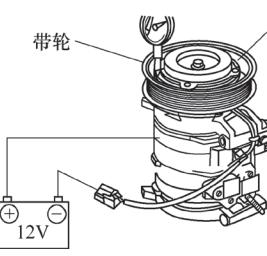

图 5-153 用百分表测量带轮与压盘之间的间隙
3) 如图 5-153 所示，用百分表测量带轮与压盘之间的间隙。将百分表归零，然后给压缩机离合器施加蓄电池电压。在施加电压时，测量压盘的位移。如果间隙不在规定极限范围内，需要使用调整垫片进行调整。标准间隙为  $0.35 \sim 0.6\text{mm}$ 。